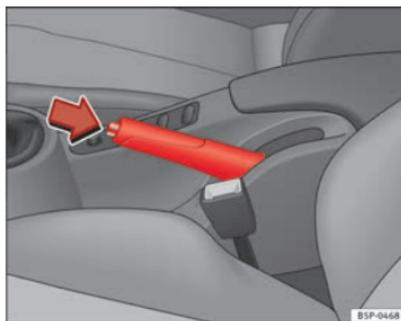

Fig. 148 Il freno a mano, ubicato tra i due sedili anteriori ▶
⇒ fig. 148.
- Tenendo premuto (nella direzione indicata dalla freccia ⇒ fig. 148) il tasto di sblocco, spostare prima la leva leggermente verso l'alto e poi abbassarla del tutto ⇒ ⚠.